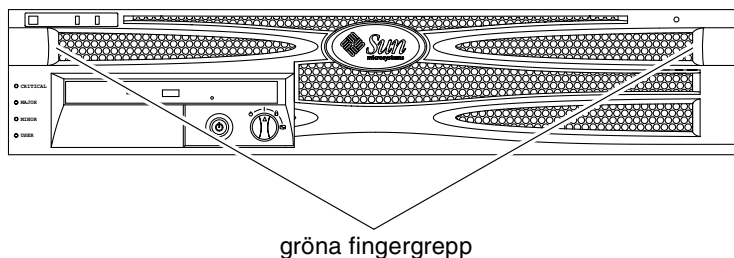

BILD 7-1 Fingergrepp på infattning
1. Fatta frontinfattningen vid de två fingergreppen och rotera ner till öppen position (BILD 7-1).